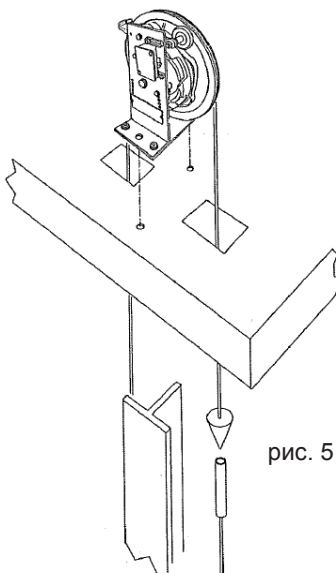

рис. 5
- Закрепите ограничитель скорости (рис. 5).